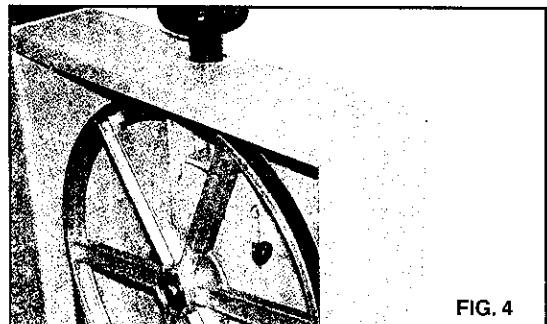

FIG. 4
d. Ubicar botón de tensión de filo sobre el tensión de filo (Ver Fig. 4)